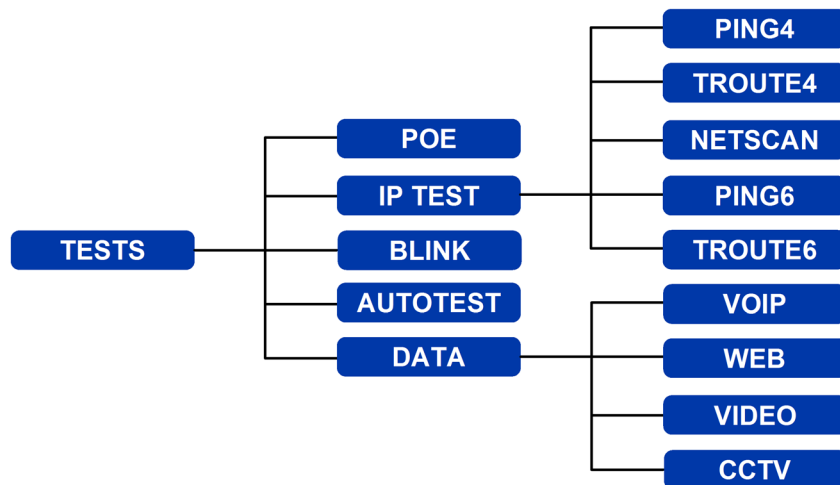

Abb. 17 Testmenüstruktur - Ethernet-Tests (3)
(3) Wird ein SignalTEK NT Remote-Handgerät durch ein aktives Netzwerk gefunden, steht in der Informationsleiste „Ethernet“. Wird das Symbol TESTS ausgewählt, sind die in Abb. 17 gezeigten Ethernet-Tests verfügbar.